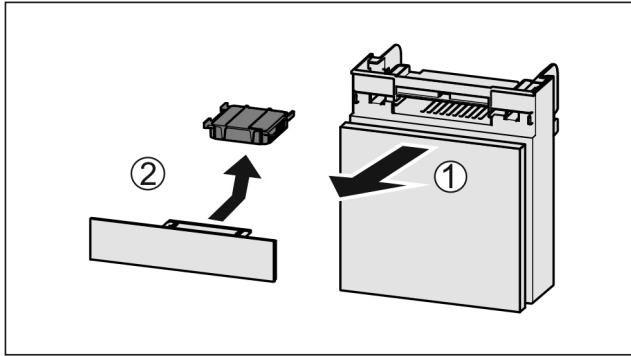

Fig. 99
- ▶ 向前拉出 Fig. 99 (1) 抽屉。
- ▶ 取出 Fig. 99 (2) 活性炭过滤器。